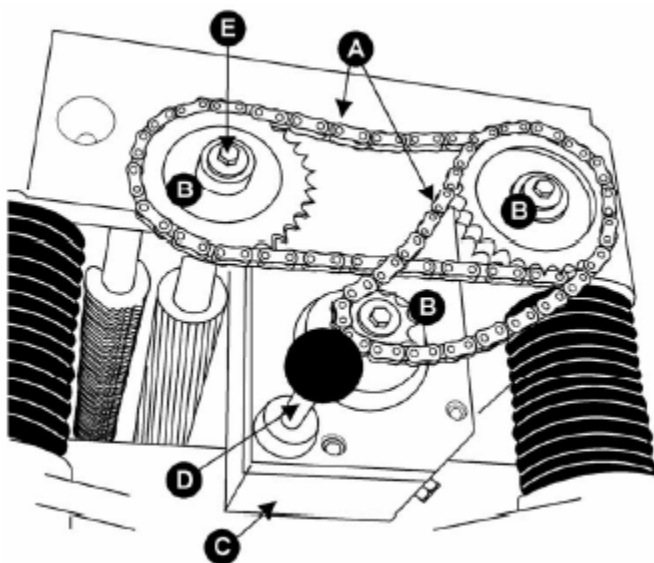
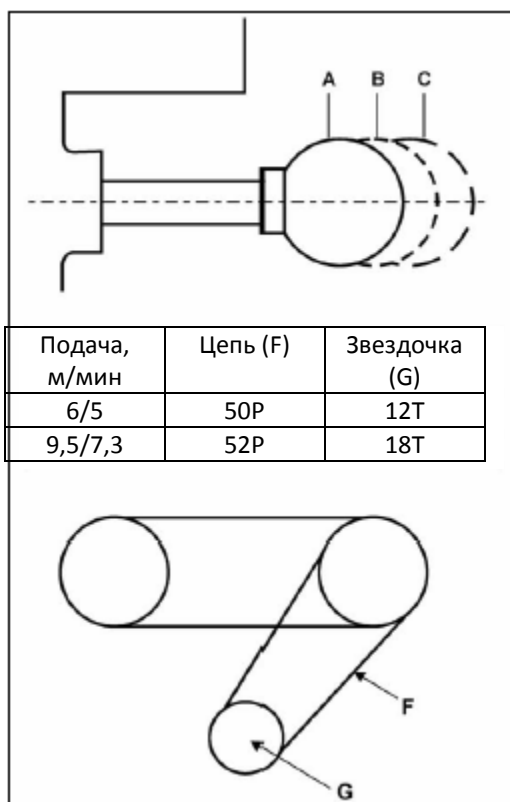

Рис. 28
Рис. 29
Станок оснащен спиральным зубчатым подающим роликом и сплошным отводящим роликом. При включении подающего ролика осуществляется подача заготовки. Ролики автоматически замедляются при большой нагрузке станка для обеспечения высококачественного строгания на всех режимах. Привод роликов осуществляется цепной передачей (рис. 28, А) со звездочками (рис. 28, В), которая передает мощность непосредственно от режущего вала через зубчатый редуктор с масляной ванной. (рис. 28, С).
Редуктор двухскоростной. Скорости переключаются вытягиванием рычага переключения ли вдавливанием его (рис. 28, D) во время работы станка. Диапазон подач показан на рис. 29.
Минимальную подачу рейсмусового станка (5 м/мин и 6,3 м/мин) можно получить заменой меньшей (на валу редуктора) звездочки и цепи. См. рис. 29. Для замены звездочки и цепи выполнить следующее:
2. Вывернуть три винта и снять шайбы (рис. 28, E).
3. Одновременно снять три звездочки (рис. 28, B) с подающего ролика, отводящего ролика и вала редуктора.
4. После снятия звездочек (рис. 28, B) заменить малую звездочку, которую установить на вал редуктора.
5. Поставить три звездочки и надеть цепь на валы, затянуть винты (рис. 28, E).